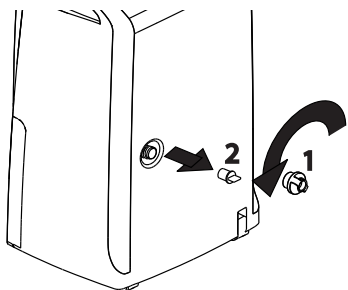

fig. 2
- 1) Desenrosque el tapón para desagüe continuo 1 girándolo en el sentido contrario a las manecillas del reloj y quite el tapón de goma 2 de la boquilla (fig. 2).
Nota: al retirar el tapón de goma 2 puede haber pérdidas de agua de la boquilla (fig. 2).